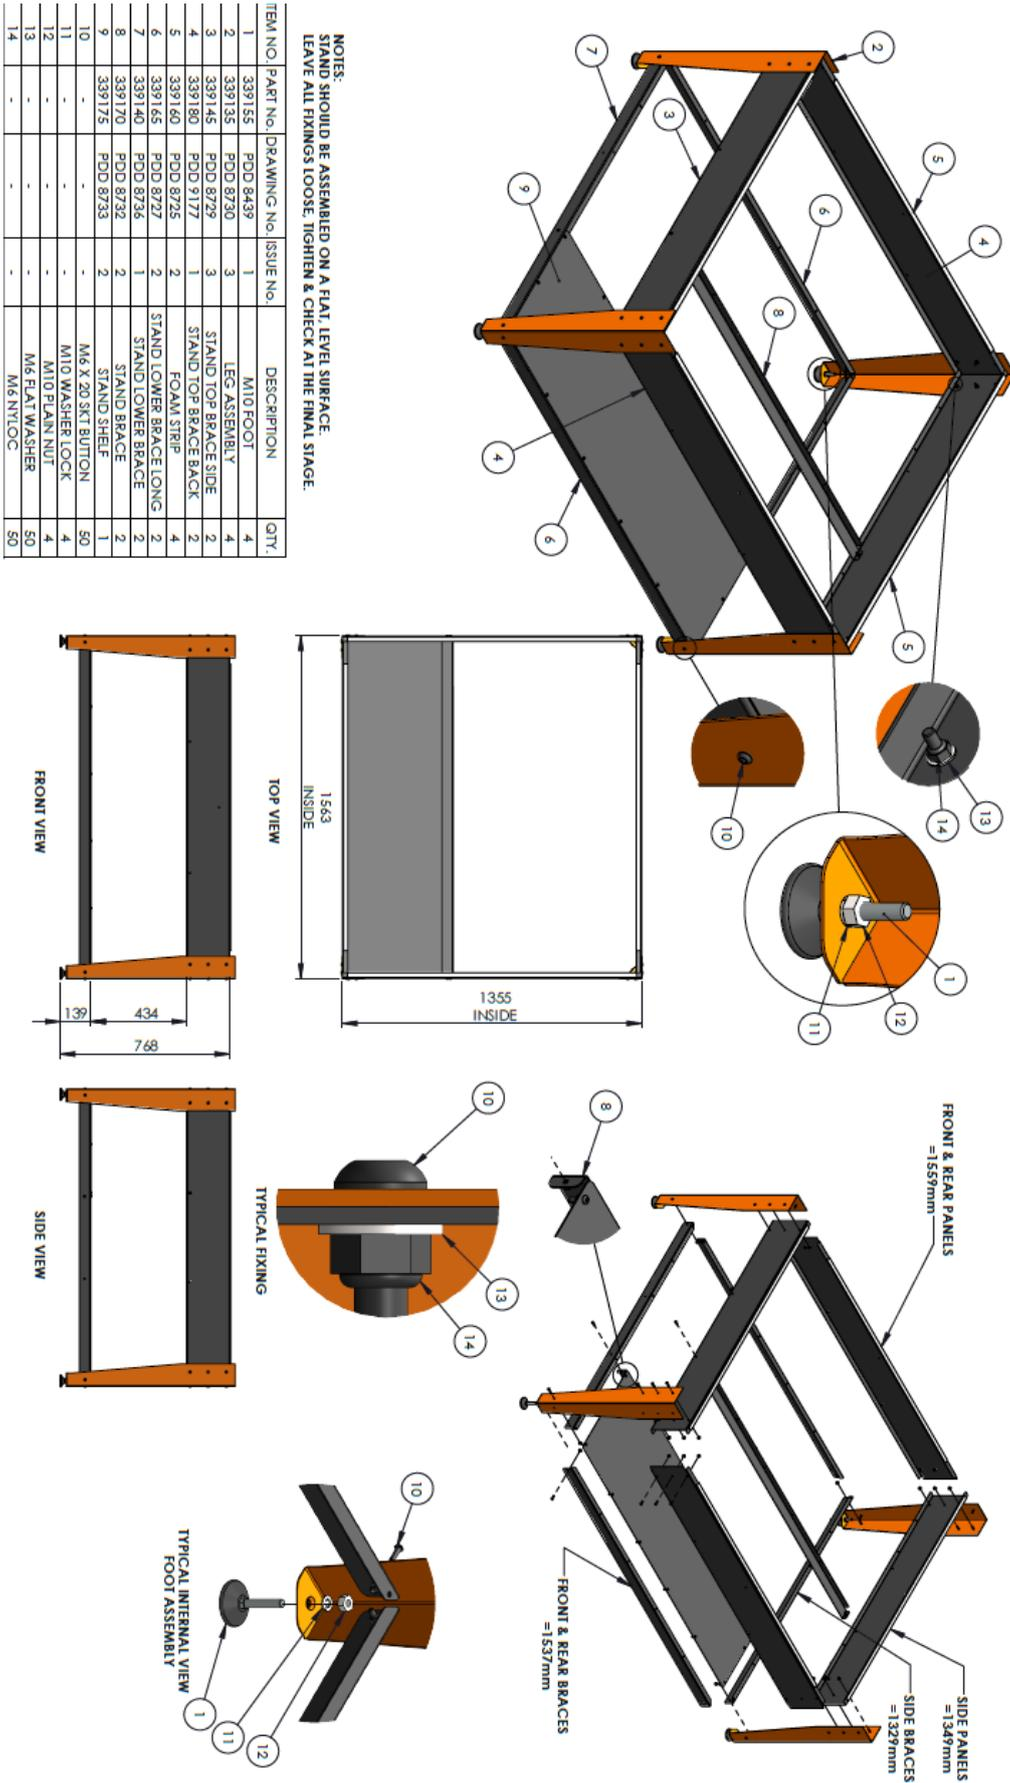

Fig 6 Composants et assemblage du support de table
1. La Fig 6 à la page 22 montre les composants du support et l'assemblage pour le support.